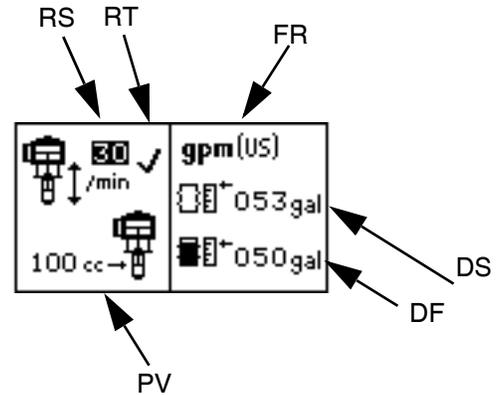

FIG. 20: Pantalla Configuración 1
Utilice la pantalla de Configuración 1 para fijar la velocidad de ciclo de embalamiento (RS), habilitar/deshabilitar la protección contra embalamiento (RT), seleccionar el volumen de bomba por ciclo (PV), seleccionar las unidades de caudal (FR), introducir el tamaño del bidón (DS) e introducir el volumen de llenado del bidón (DF). Vea la FIG. 20.
Si está habilitada la protección contra embalamiento (RT), en la pantalla de configuración aparecerá una ✓. Vea la FIG. 20.
Para desactivar la supervisión de embalamiento, vaya al modo de configuración y ajuste el valor de embalamiento en 0 (cero) o apague el interruptor basculante (RT). Vea la FIG. 20.